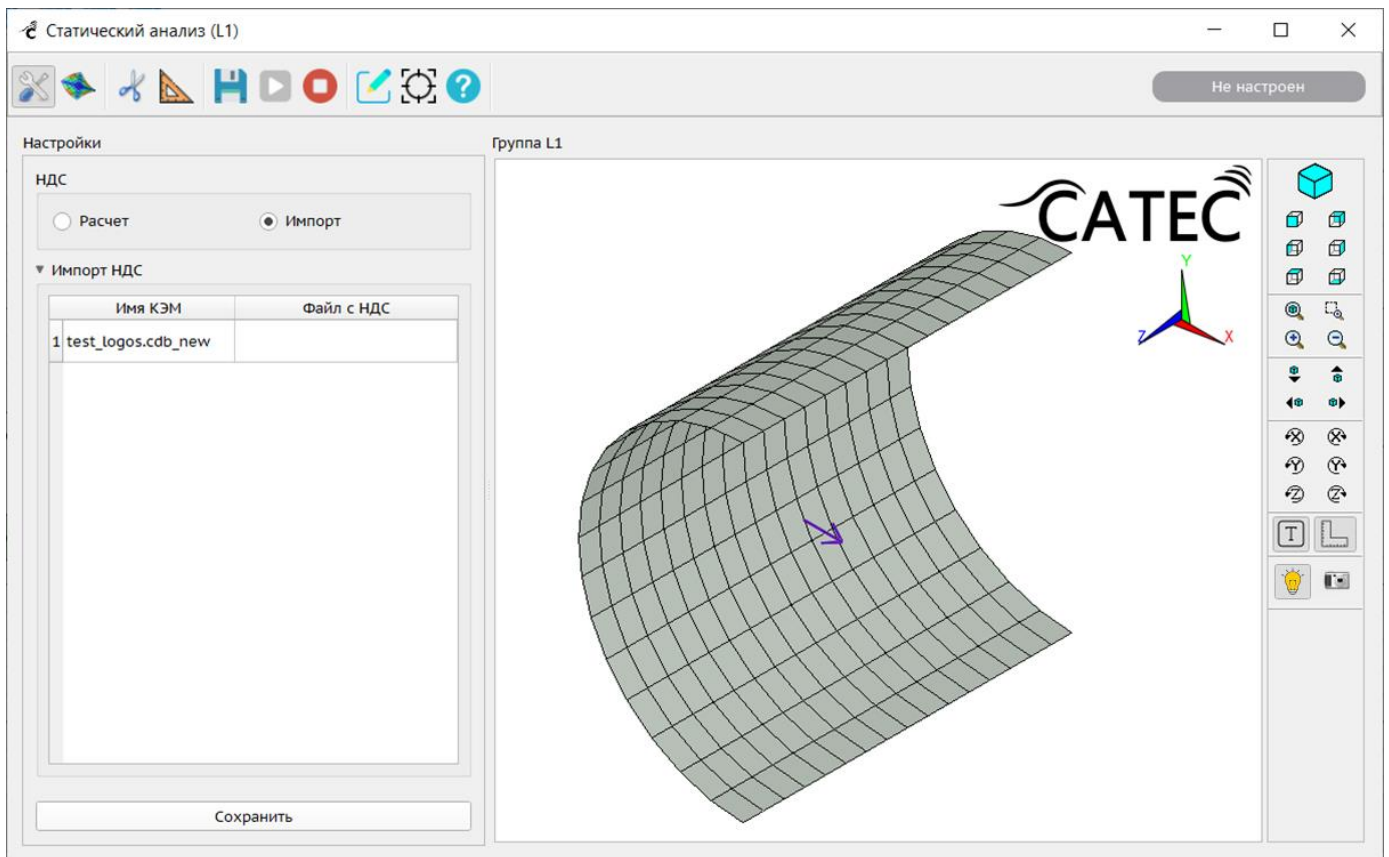

Рисунок 221 – Окно настроек карточки «Статический анализ». Вкладка «Импорт»
- вкладка «Импорт» – здесь выполняется импорт НДС из ПО «ЛОГОС» с помощью файлов специального формата .EFR (Рисунок 221).
На вкладке «Импорт» (Рисунок 221) выполняется импорт файлов НДС из ПО «ЛОГОС» с помощью файлов специального формата .EFR. В данном случае вместо расчета напряжений алгоритмами статического анализа для внесения поправок в матрицы жесткости элементов будут использованы импортируемые значения напряжений.
На вкладке присутствует таблица «Импорт НДС» (Рисунок 221).